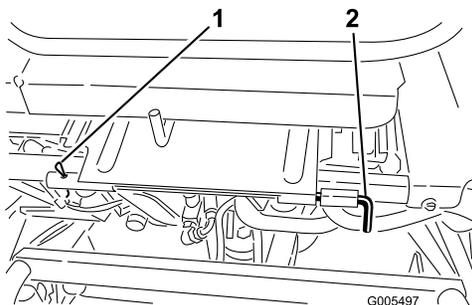

Figura 27
3. Baje el asiento y retire el pasador cilíndrico que sujeta la varilla pivote del asiento al bastidor (Figura 27).